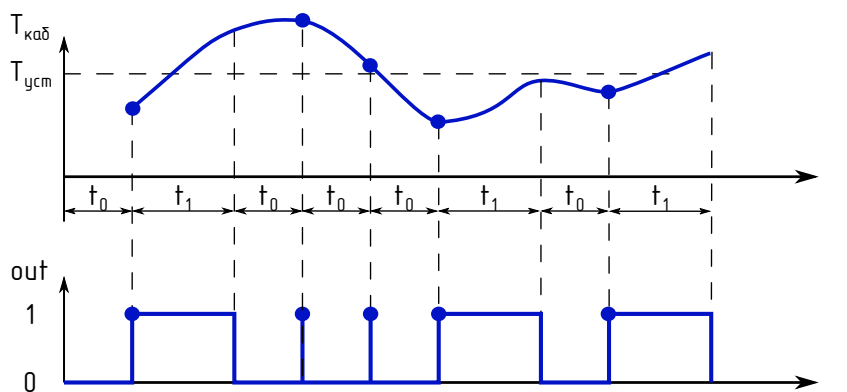

Рисунок 1.4 – Режим работы «По току саморегулирующегося кабеля»
- «По току саморегулирующегося кабеля» («**Cable Current**»). Периодическое включение линии в зависимости от тока через саморегулирующийся греющий кабель (см. рис. 1.4). В выключенном состоянии линии с определенным интервалом ( $T_0$ ) производится измерение мгновенного тока путем подачи кратковременных импульсов напряжения в нагрузку. Из полученного значения косвенно вычисляется температура кабеля путем интерполяции значений тока и температуры, полученных при настройке данного режима. Это значение температуры сравнивается с уставкой температуры и принимается решение о необходимости включения линии на заданное время ( $T_1$ ).